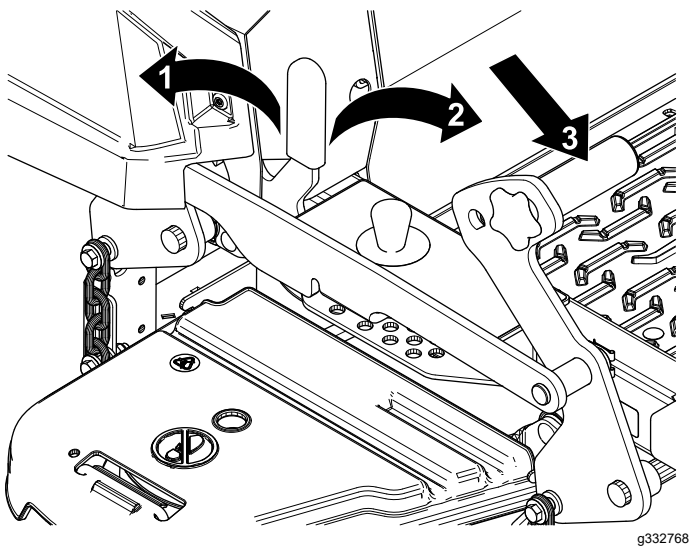

Bild 1
7. Drücken Sie das Mähwerkhubpedal ganz nach vorne, um das Mähwerk in der TRANSPORTStellung (Bild 1) zu arretieren.